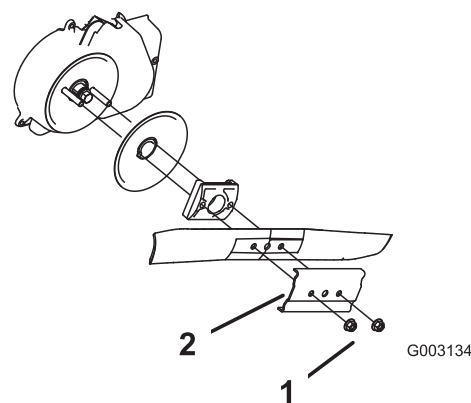

Figure 27
3. Retirez les 2 écrous de la lame et le renfort (Figure 27).
4. Déposez la lame (Figure 27).
5. Posez la nouvelle lame (Figure 27).